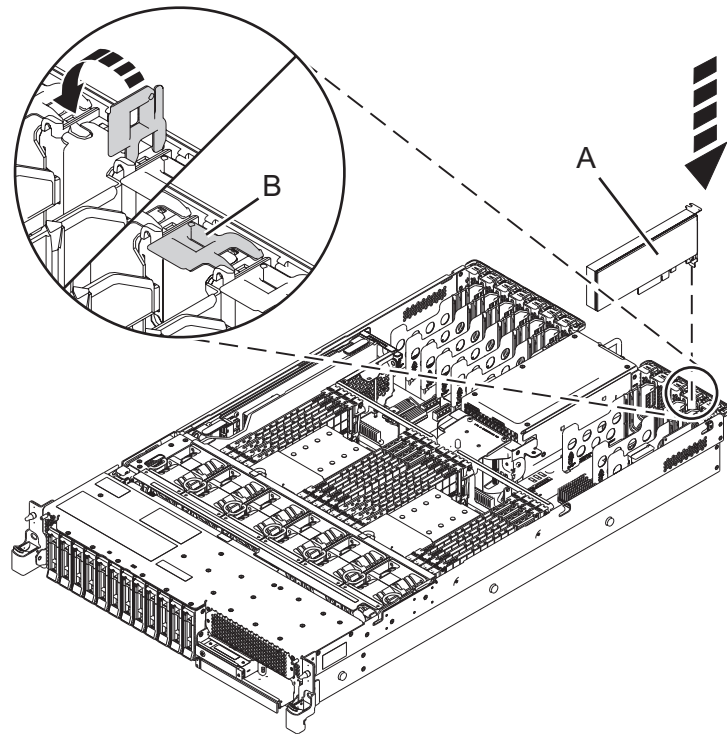

Abbildung 12. PCIe-Adapter im System vom Typ 5148-21L, 5148-22L, 8247-21L, 8247-22L, 8284-21A oder 8284-22A installieren oder austauschen
7. Wenn die Adaptersicherung (B) des Zielsteckplatzes nicht bereits geöffnet ist, ziehen Sie die Adaptersicherung in die geöffnete Position, indem Sie sie von ihrem Clip an der Systemrückseite nach außen drehen - siehe Darstellung in Abb. 12 auf Seite 23.
8. Fassen Sie den Adapter vorsichtig an der Oberkante oder am Haltesteg an und richten Sie den Adapter an dem Steckplatz und dem zugehörigen Anschluss an der Systemrückwandplatine (A) aus, siehe Darstellung in Abb. 12.
11. Drehen Sie zum Verriegeln des Adapters im Steckplatz die Adaptersicherung (B) in die abgebildete Richtung in Abb. 12.